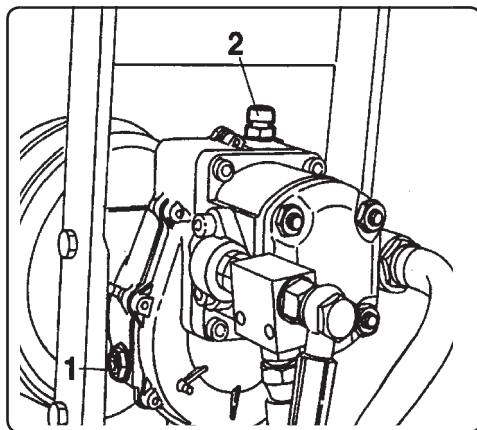

Fig. 10
- 7) Controleer regelmatig het oliepeil van Mod.900 met aansluiting voor cardanas en uitgerust met multiplicator (Afb.10).
Ga hiervoor als volgt te werk. Controleer de olie met behulp van de transparante oliepeildop die zich aan de kant van de multiplicator (1 Afb.10) bevindt. Het eventuele bijvullen vindt plaats met behulp van de dop (2 Afb.10) op de bovenkant. Het wordt aangeraden de olie van de multiplicator om de 800 werkuren te vervangen. Dit moet gebeuren door gespecialiseerd en bevoegd personeel.